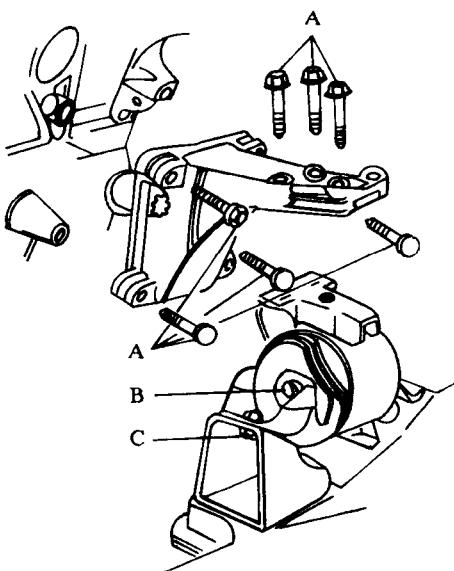

图 1-6
③总成右悬置 (图 1-6)。A = 25Nm, B = 8Nm, C = 60Nm。